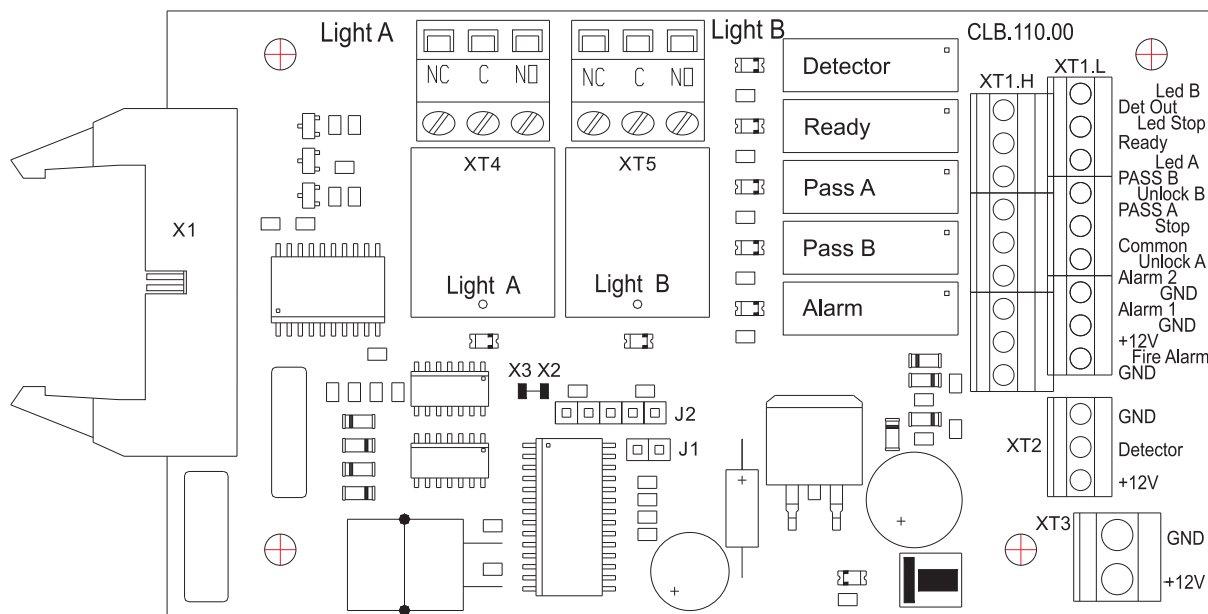
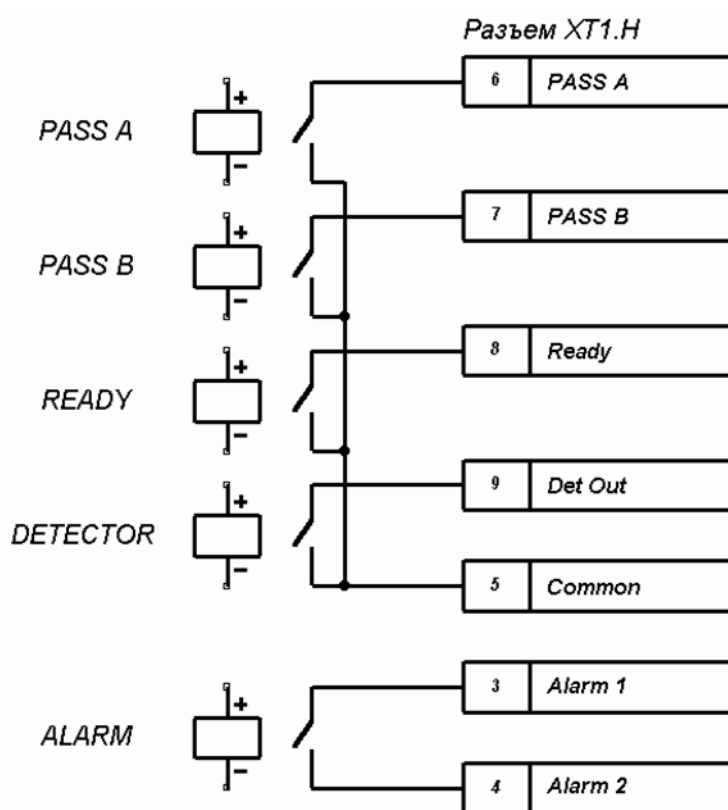

Рисунок 2 Внешний вид платы CLB
Рисунок 6 Выходные каскады для PASS A, PASS B, Ready, Det Out и Alarm
5.2.5 На плате CLB (см. рисунок 2) расположены:
5.4.3 Реле PASS A (контакты PASS A и Common), PASS B (контакты PASS B и Common), Ready (контакты Ready и Common), Detector (контакты Det Out и Common) и Alarm (контакты Alarm 1 и Alarm 2) имеют нормально-разомкнутые контакты. При этом общий для этих реле контакт Common не соединен с минусом источника питания турникета. В исходном (неактивном) состоянии при включенном питании контакты реле PASS A, PASS B, Ready и Detector замкнуты (на обмотку реле подано напряжение), а контакты реле Alarm разомкнуты (напряжение на обмотку реле не подано). Факт срабатывания/отпускания реле PASS A, PASS B, Ready, Detector и Alarm можно определить по загоранию/гашению красных индикаторов, которые установлены вблизи указанных реле (см. рисунок 2). Выходные каскады для PASS A, PASS B, Ready, Det Out и Alarm – контакты реле (см. рисунок 6) со следующими характеристиками сигналов: